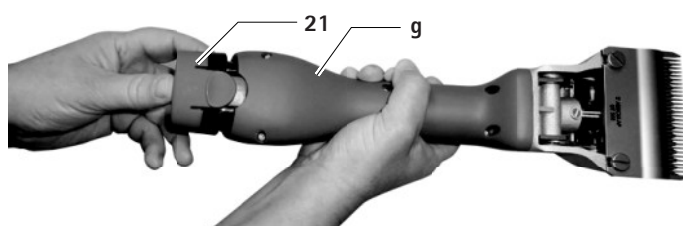

Fig. 2
- Tirar de la batería de iones de litio **21** hasta sacarla, cargar y/o introducir la batería de iones de litio de repuesto GT641 (3INR19/66-1) cargada en la esquiladora a batería **g**, ver Fig. 2.